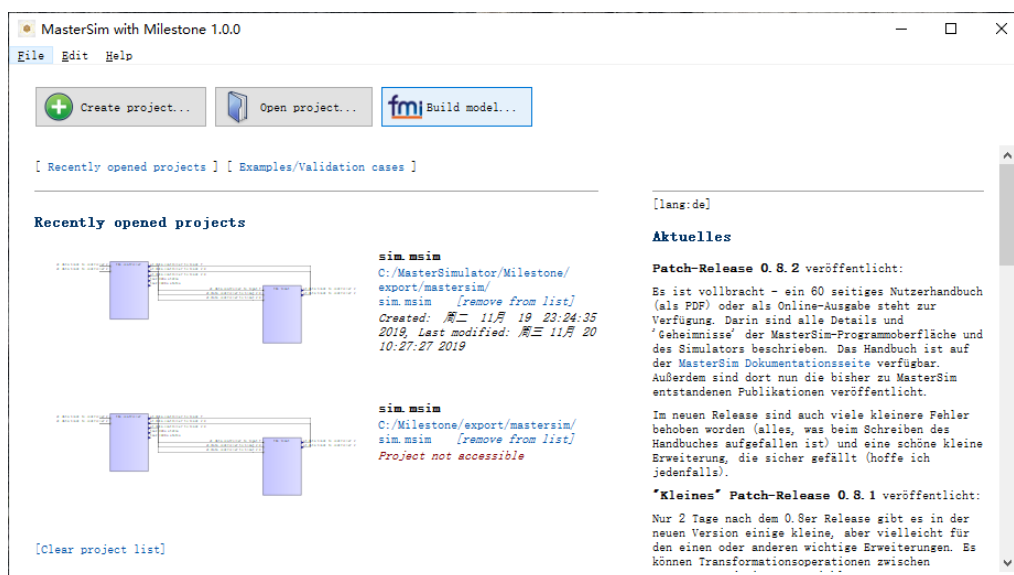

图 3.1: MasterSim 主界面
- 运行 MasterSimulatorUI.exe，启动 MasterSim 主界面，如 图 3.1。